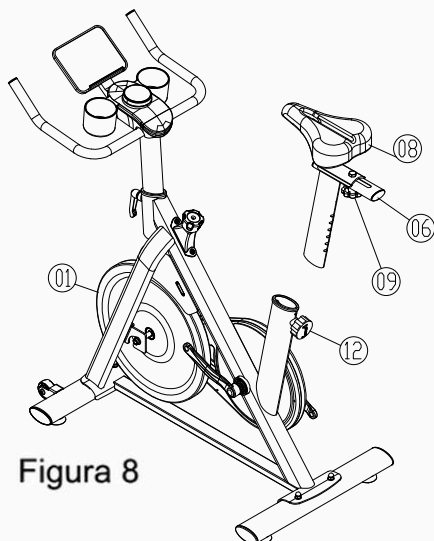

Figura 8
8. Deslice el asiento preensamblado (piezas 06/08/09) en el conjunto del marco principal (pieza 01), como se muestra en la Figura 8.